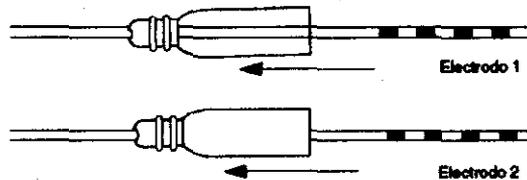

Figura 10. Coloque las fundas distintivas sobre los electrodos.
6. Coloque la funda clara sobre el electrodo 1 y la funda radiopaca blanca sobre el electrodo 2. La funda radiopaca distinguirá el electrodo-extensión 1 del electrodo-extensión 2 (Figura 10).